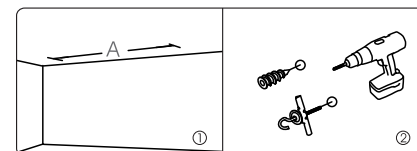

图12
1. 用电钻在天花板钻两个大小及相对位置适合的孔，并且确定两个孔位形成的直线与墙面平行，在这两个孔内钉入两只螺旋挂钩（非配件）。（如图12）